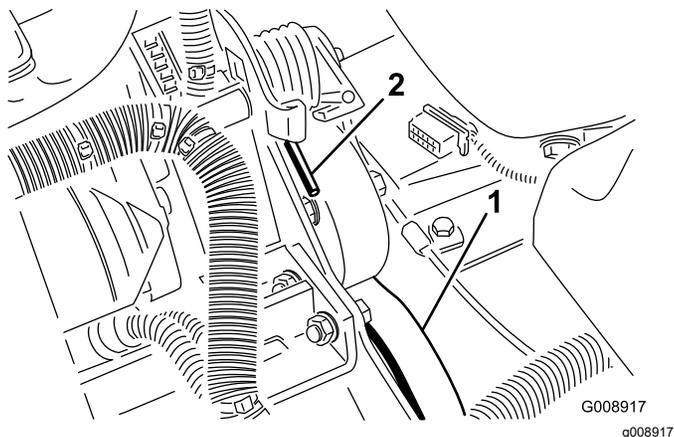

Figura 62
- Empurre a mola para a frente e para trás (Figura 62) para a desprender do apoio e libertar a tensão da mola.